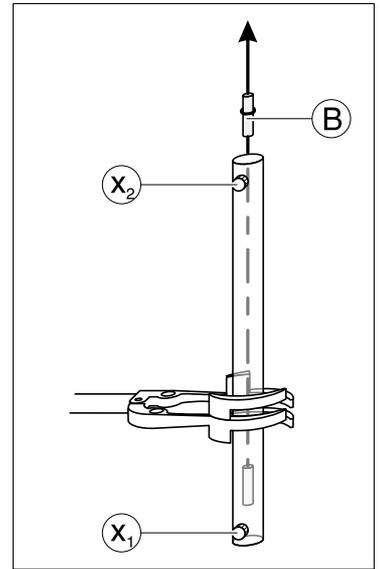

Fig. 8.5
- Schraube x1 lösen und bei festgehaltenem Bandhalter (B) Schraube x2 entfernen (Fig. 8.5).